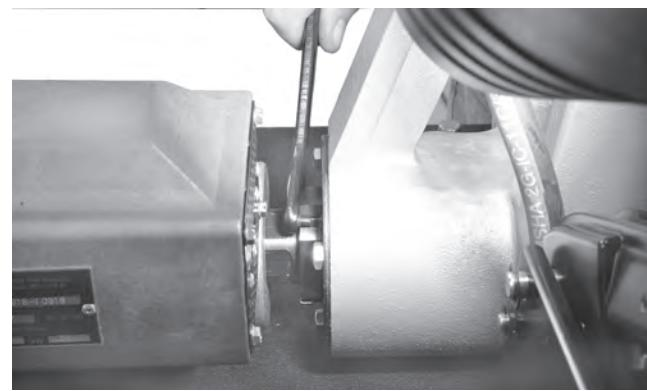

Figura 24 – Afloje y extraiga la tuerca de retención del eje de mando
4. Con la llave inglesa, afloje y extraiga la tuerca de retención del eje de mando (*Figura 24*).